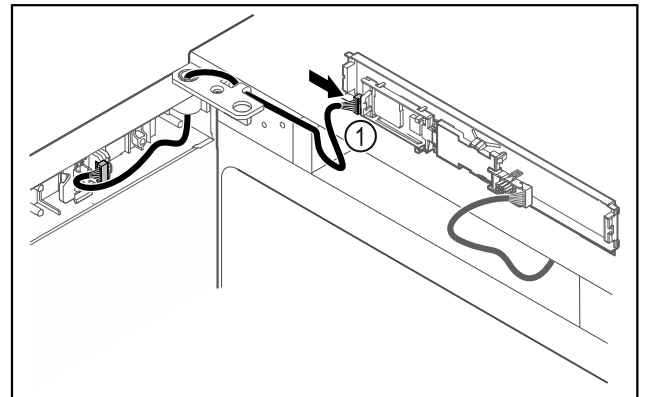

Fig. 47
- ▶ Enchufar el conector Fig. 47 (1) en la platina.